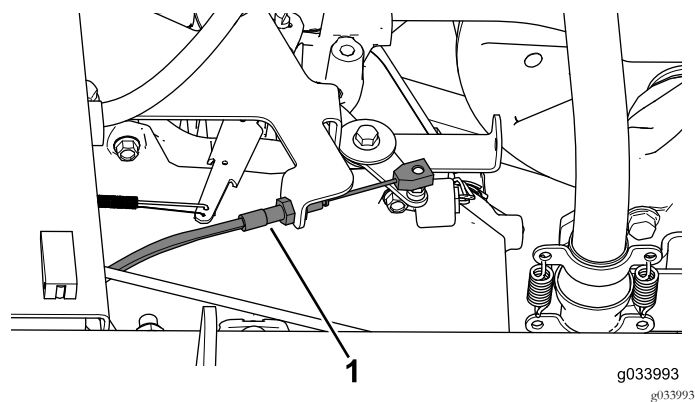

Figure 9
3. Détachez le câble d'accélérateur du levier d'accélérateur et retirez-le du support d'accélérateur (Figure 9).